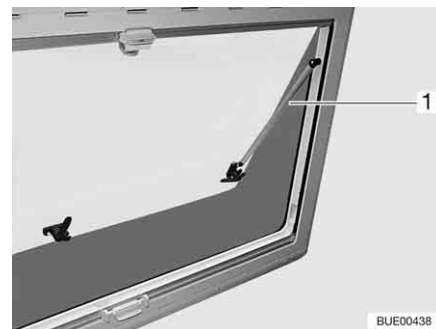

Fig. 24 Finestra apribile con deflettore automatico
- Aprire la finestra apribile fino al punto di arresto desiderato. Il deflettore automatico (Fig. 24,1) si innesta automaticamente in posizione.